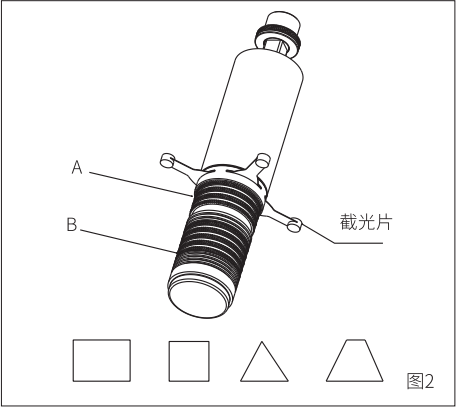

图2
1.切光灯旋转部件A使光斑或者图案达到清晰状态(对焦)。旋转部件B可改变光斑或者图案的大小, 调节光斑和图案的大小后清晰度会降低, 需要旋转部件A来提高清晰度, 如图2所示。
- 注: (1)切光灯包装状态下截光片将光源遮住, 灯具接电后请将截光片拉开方能出光。